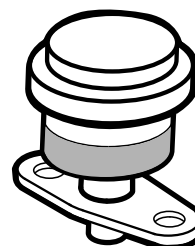

Figura 39
Effettuate la manutenzione del filtro primario dell'aria solo quando l'indicatore (Figura 39) lo richiede. Sostituendo il filtro dell'aria prima del necessario si aumenta il rischio che la morchia penetri nel motore quando si toglie il filtro.
1. Controllate la spia di ostruzione del filtro. Se la spia è rossa, sostituite il filtro dell'aria (Figura 39).